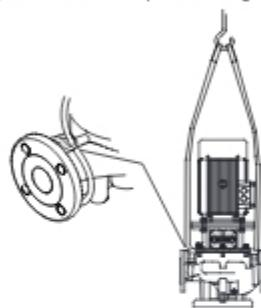

Fig. 1
① Насосы без подъемных проушин следует поднимать с помощью нейлоновых ремней. Fig.1